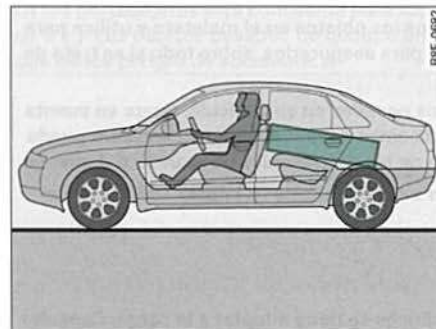

Fig. 96 Los objetos pesados deberían transportarse lo más adelante posible. ►
- Los objetos pesados deberían transportarse lo más adelante posible ⇒ *página 101*, fig. 96.